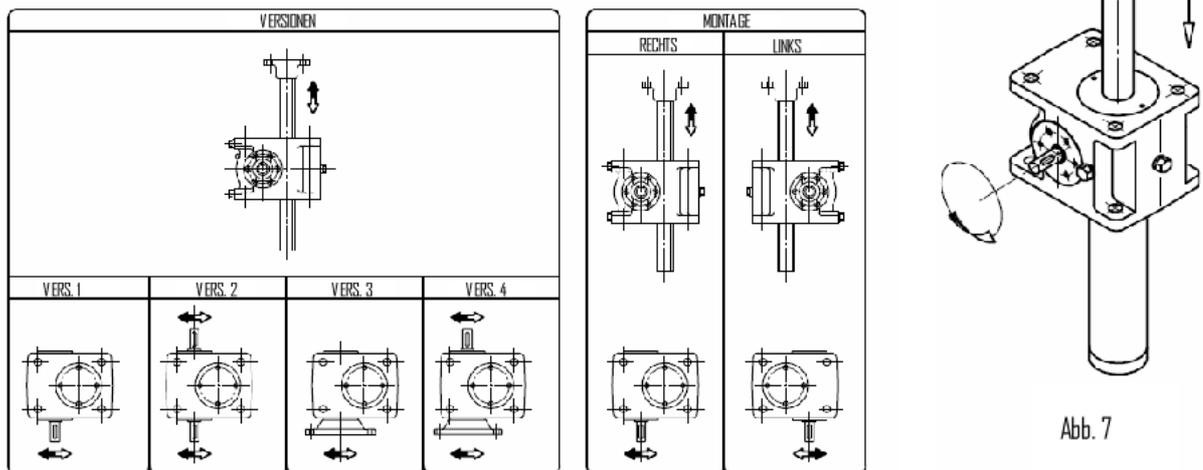

Abb. 7
- 1.2.2 In Abb. 7 ist die Drehrichtung für ein Spindelhubgetriebe, Version 1, Ausführung rechts mit rechtsgängiger Spindel dargestellt. Die verschiedenen Versionen und Ausführungen werden in der nachfolgenden Tabelle in der Draufsicht und in der Seitenansicht des Spindelhubgetriebes dargestellt.